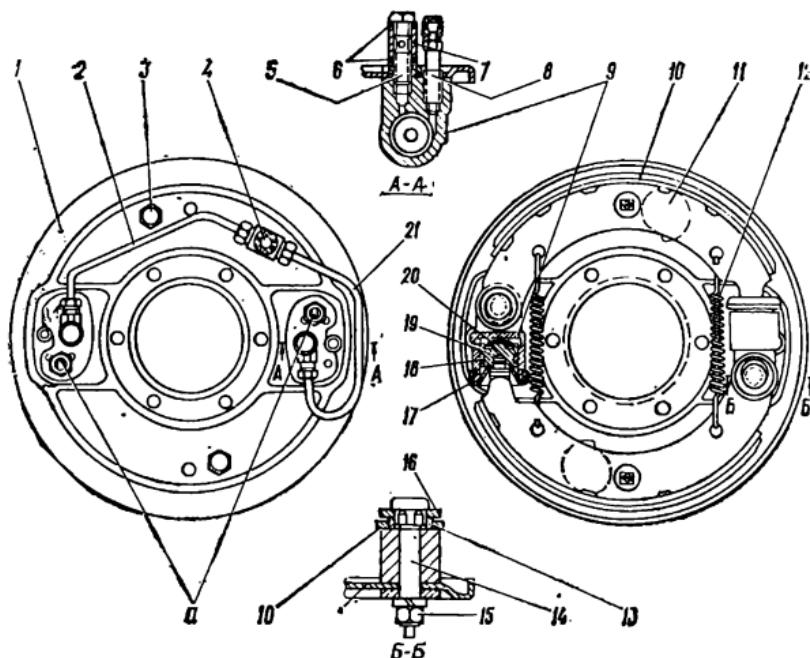
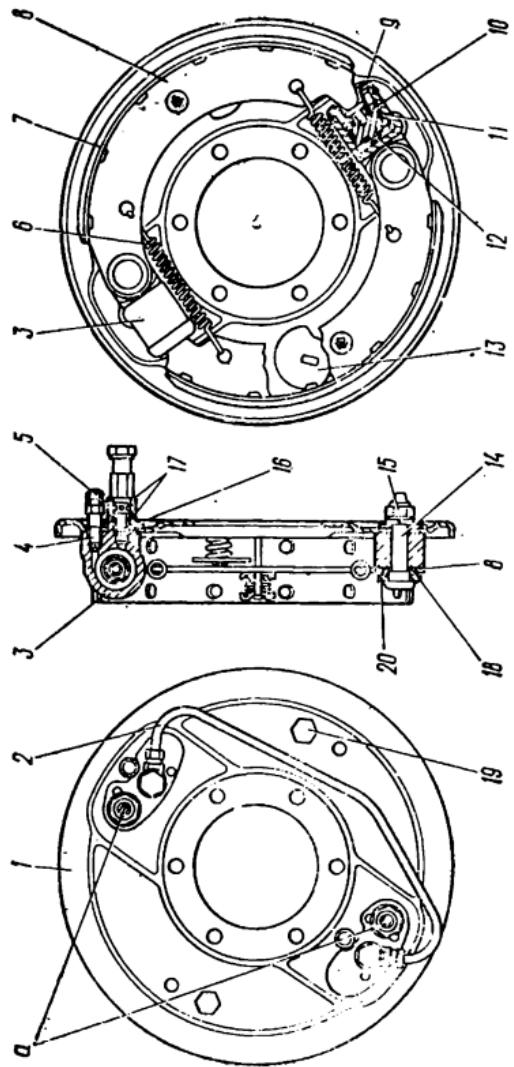

Рис. 94. Тормоз переднего колеса автомобиля УАЗ-469:
Рис. 95. Тормоз переднего колеса автомобиля УАЗ-469Б:
Тормоз переднего колеса автомобиля УАЗ-469 показан на рис. 94, а автомобиля УАЗ-469Б — на рис. 95. Передние тормоза этих автомобилей отличаются щитами, имеющими разные
На щитах 1, 1 (рис. 94, 95) с помощью опорных пальцев 14 и 14 и гаек 15 и 15 закреплены два колесных цилиндра 9 и 3. На опорных пальцах между шайбами под их головками и опорными проушинами колесных цилиндров неподвижно посажены бронзовые эксцентрики 13 и 18, на которых поворачиваются тормозные колодки 10 и 8. Поворотом опорных пальцев с эксцентриками можно смещать опорные концы колодок относительно тормозного щита. Регулируют тормоза с помощью опорных пальцев при их сборке на заводе или при ремонте тормозов с заменой колодок или накладок.
При правильной установке колодок с неизношенными накладками и тормозным барабаном метки на опорных пальцах (керны на наружных торцах) должны быть расположены, как показано на рис. 94 и 95, или с отклонениями от этого положения в ту или другую сторону до 50°.
Подвижные концы тормозных колодок входят в пазы наконечников поршней 19 и 10 колесных цилиндров 9 и 3. Колодки внутренней поверхностью своих ободов опираются на регулировочные эксцентрики 11 и 13, подвижно установленные на тормозном щите. От произвольного проворачивания эксцентрики удерживаются сильными пружинами. Колодки прижимаются к эксцентрикам стяжными пружинами 12 и 6. Шестигранные головки болтов 3 и 19 регулировочных эксцентриков выведены на наружную сторону тормозного щита. С помощью эксцентриков устанавливается необходимый зазор между колодками и барабаном. От бокового смещения колодки удерживаются торцами болтов регулировочных эксцентриков и пружинами, установленными в средней части колодок (рис. 94 и 95).
2. Ослабьте гайки опорных пальцев и установите опорные пальцы в начальное положение (метки на торцах опорных пальцев должны быть расположены, как указано на рис. 94, 95).